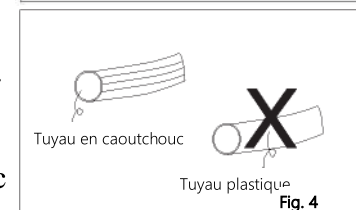

Fig. 4
- Utilisez uniquement un tuyau en caoutchouc spécialement conçu pour les appareils à gaz. L'utilisation d'un tuyau en plastique peut être dangereuse (Fig. 4).